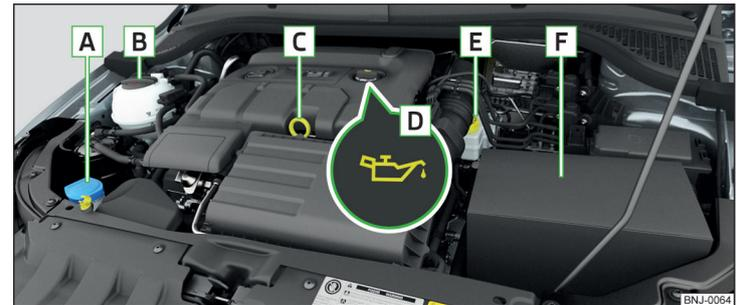

Fig. 145 Schéma de principe : compartiment moteur
Agencement dans le compartiment moteur » fig. 145
- Dévissez le bouchon de la tubulure de remplissage d'huile moteur » fig. 145 à la page 159.